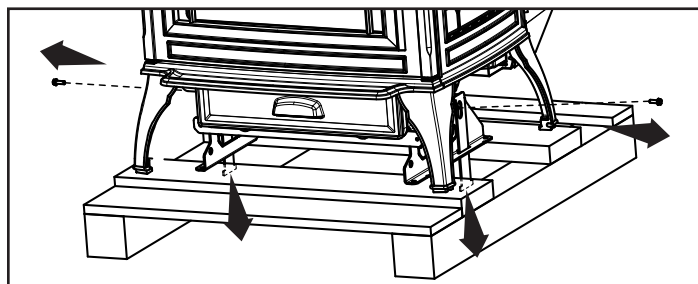

Figure 6.2
3. Avec une douille ou une clé de 3/8, retirez les deux boulons des supports latéraux de montage sur la palette. Les supports latéraux de montage sur la palette glisseront vers le bas par rapport à l'appareil (**Figure 6.2**).